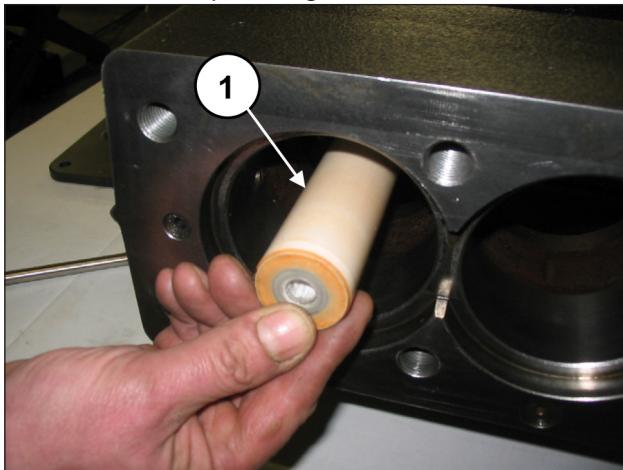
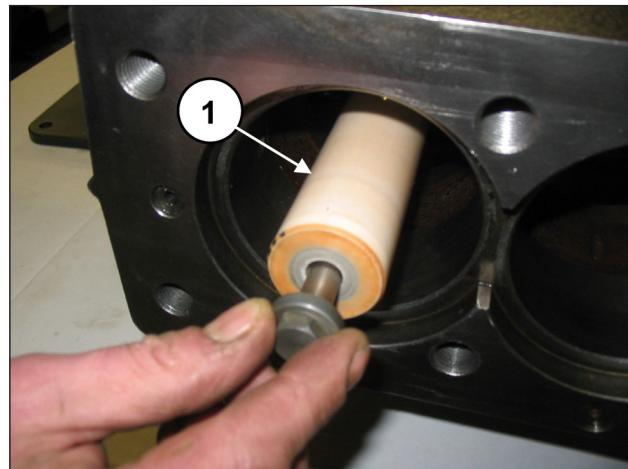

Fig. 157
Fig. 158
Montar los pistones en las guías (pos. ①, Fig. 157) y extraerlos como se indica en la pos. ①, Fig. 158.